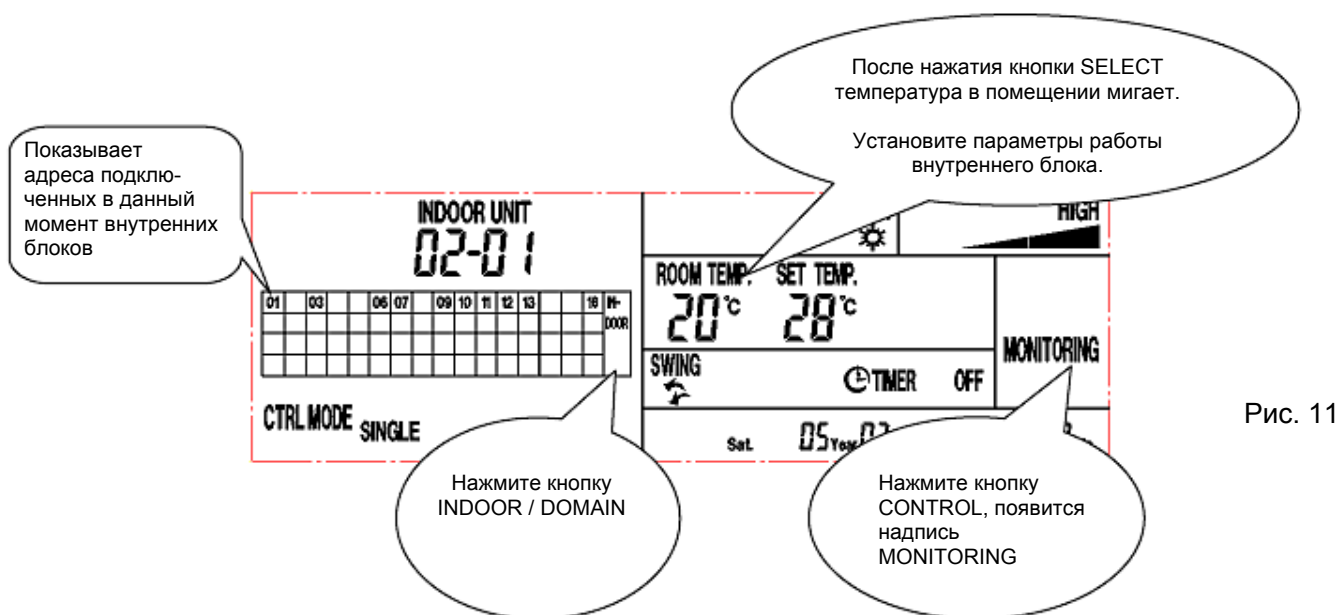

Рис. 11
- помощью кнопок-стрелок **ВПРАВО и ВЛЕВО** выберите адрес внутреннего блока. Нажмите кнопку **Select**, когда курсор будет указывать на нужный адрес внутреннего блока (рис. 11).